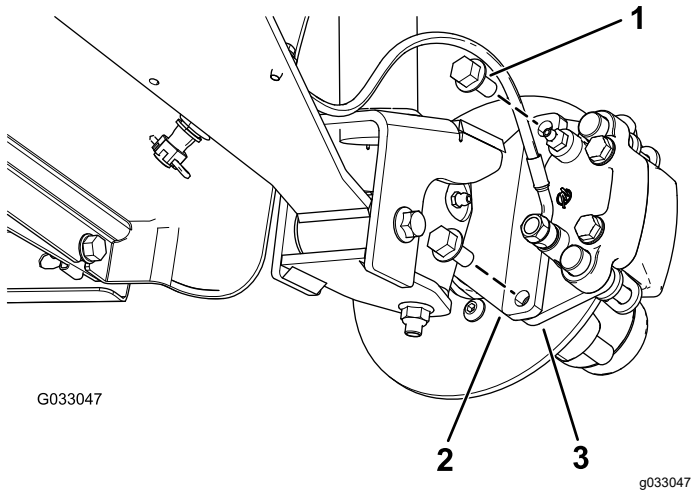
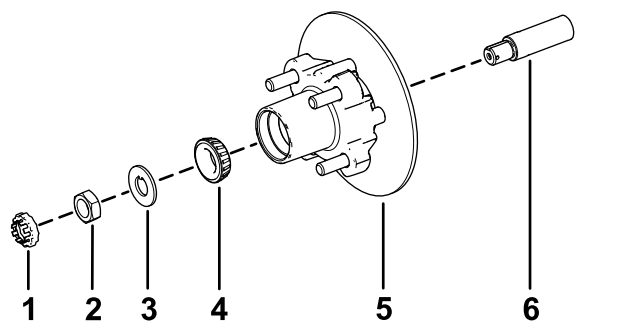

图 29
图 33
3. 卸下将制动器总成支架固定到主轴的凸缘头螺栓 $\frac{3}{8} \times \frac{3}{4}$ 英寸将制动器与主轴分开 图 29。
1. 在主轴上涂上薄薄一层指定润滑脂图 33。
2. 将轮毂和转子组装到带内转子的主轴上图 33。
3. 将外置轴承组装到主轴上并将轴承放置到外置座圈内图 33。
4. 将止动垫圈组装到主轴上图 33。
5. 将主轴螺母拧到主轴上上紧螺母扭矩至 15N·m 同时旋转轮毂将轴承调整到位图 33。
2. 将刹车踏板与转子的任意一侧对齐 图 29 将制动盘托盘中的孔与主轴机架的制动器安装架中的孔对齐 图 33。
3. 用 2 个凸缘头螺栓 $\frac{3}{8} \times \frac{3}{4}$ 英寸将卡钳支架固定到主轴机架上 图 29。